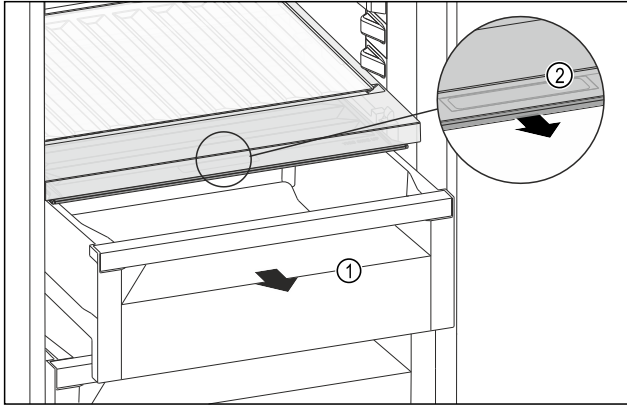

Fig. 203
- Retirer le tiroir Fig. 203 (1).
- Saisir la poignée encastrée Fig. 203 (2) du couvercle du compartiment et tirer le couvercle du compartiment par l'avant.